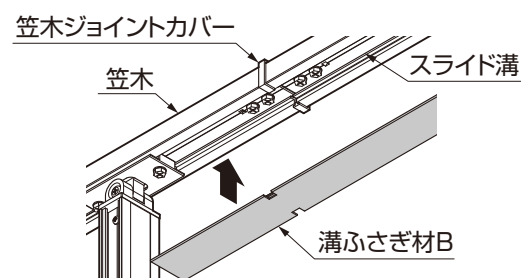

図4-2 ストレートジョイント部の場合
- ① 溝ふさぎ材Bを、すき間がない長さに切断してください。
- ② 切断部カバー部、ストレートジョイント部にあわせて、溝ふさぎ材BをV溝にそって切り欠いてください。(図4-1、図4-2参照)
- ③ 溝ふさぎ材Bをステンスラッピング笠木下面のスライド溝にはめ込んでください。